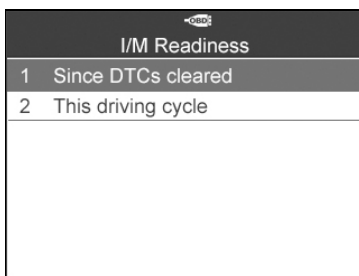

Рисунок 6.14
- 3) Если автомобиль позволяет выполнять оба типа проверок, на экране сканера отображаются два пункта меню с названием соответствующей процедуры проверки. (См. рисунок 6.14)